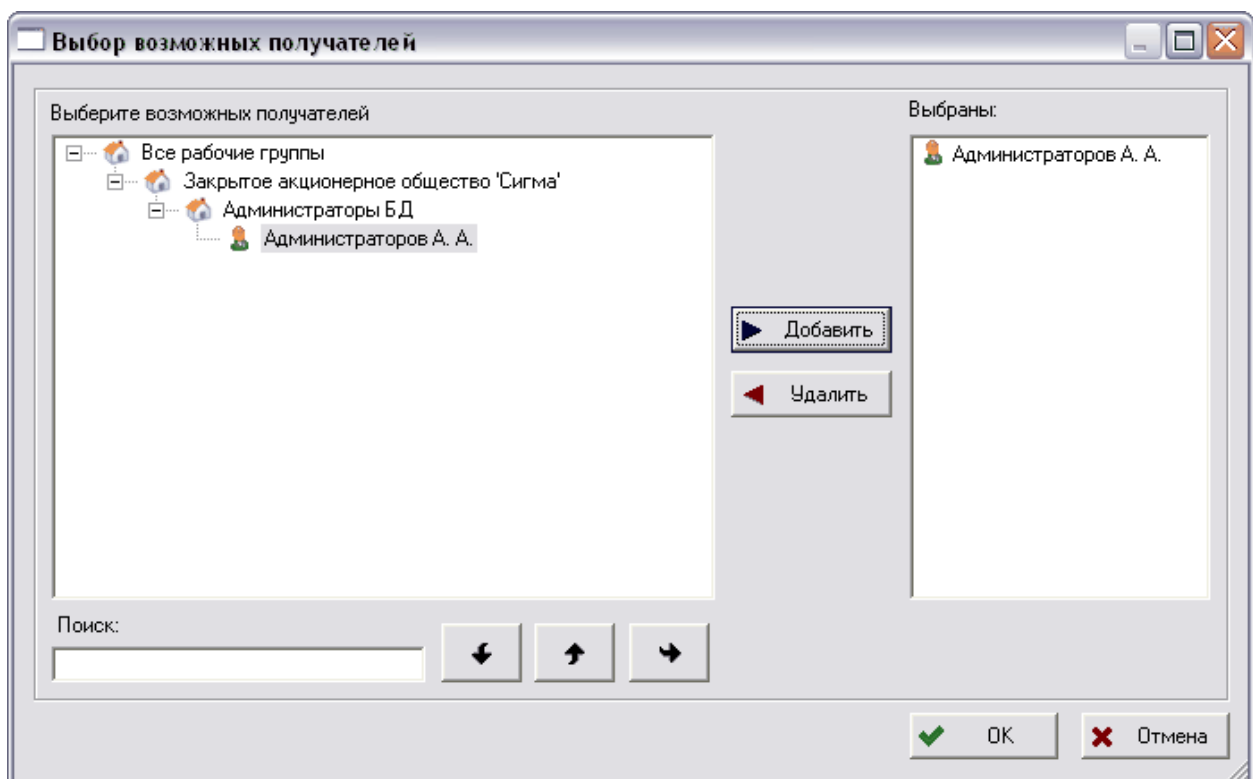

Рис. 47. Выбор возможных получателей
5. Аналогично установите и получателя. Также получателя можно установить, нажав на кнопку **Возможные получатели**, после этого появится окно выбора возможных получателей (Рис. 47). Для добавления сотрудника к получателям выберите его и нажмите на кнопку . Для удаления из списка - на кнопку  (Рис. 47).